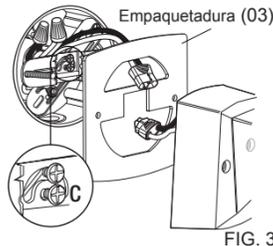

FIG. 3
- Inserte el cableado de la casa y los empalmes plásticos en la caja de unión, pero asegúrese de que el cable conector (04) siga fuera de la caja de unión. Fije la empaquetadura 03 al soporte de montaje (02), de manera que los tornillos para el soporte de montaje atraviesen la empaquetadura (03). FIG. 3 Apriete los tornillos del soporte de montaje en el centro del soporte de montaje (consulte el recuadro C)